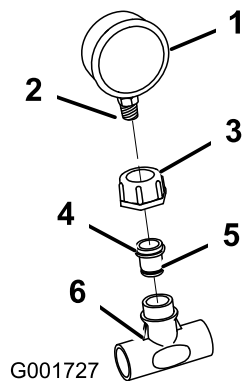

Figura 12
10. Avvolgete i fili dell'indicatore di pressione con del nastro di Teflon. Installate il piccolo dado di plastica e il gruppo riduttore sull'indicatore di pressione. Utilizzate una chiave esagonale per avvitare il gruppo riduttore sull'indicatore di pressione (Figura 12).
11. Installate il gruppo dell'indicatore di pressione al raccordo a T di plastica (Figura 12).